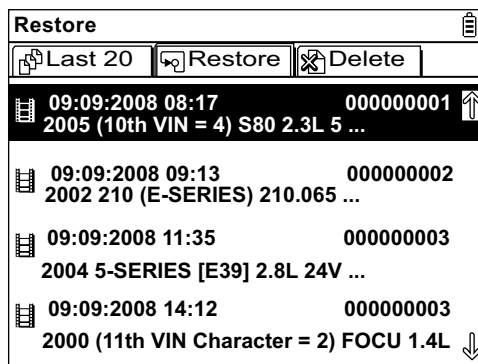

Figura 5-5 Ejemplo de lista Restablecer datos (Restore Data)
2. Seleccione **Restablecer datos (Restore Data)** o **Eliminar datos (Delete Data)** para abrir una lista de los archivos almacenados (Figura 5-5).